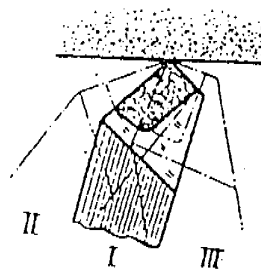

Figura 7
c. Redondée la punta dando un movimiento uniforme a la herramienta como lo señala la figura 7.